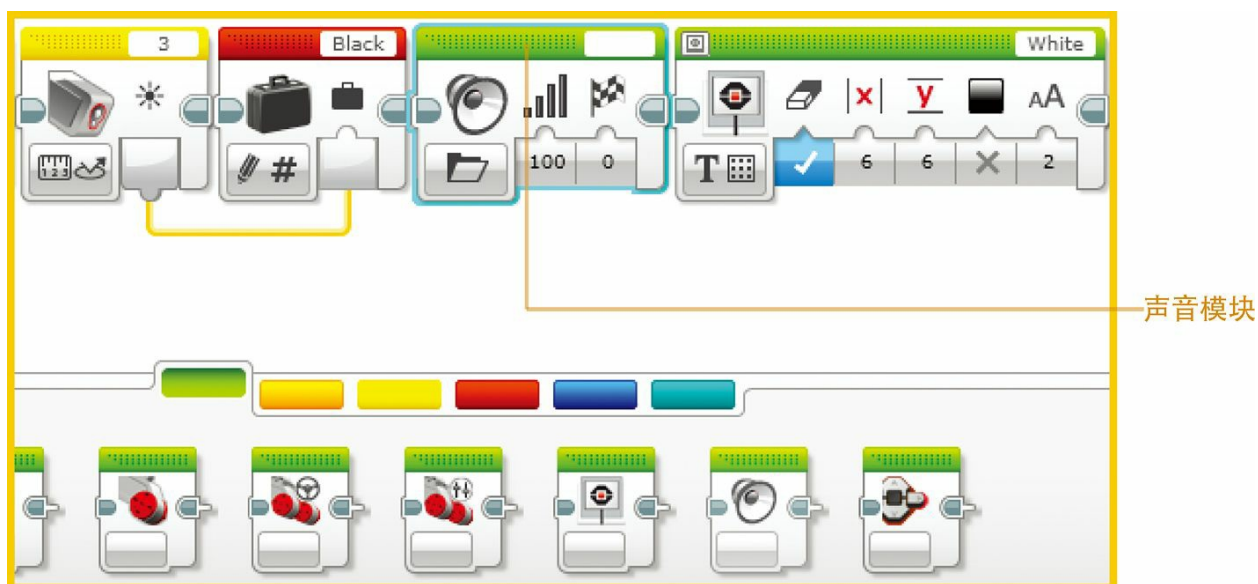

图8.33 将声音模块放到序列
**1.** 拖曳一个声音模块到画布，并将它放到你定义了Black变量和你的屏幕开始显示单词White之间（如图8.33所示）。